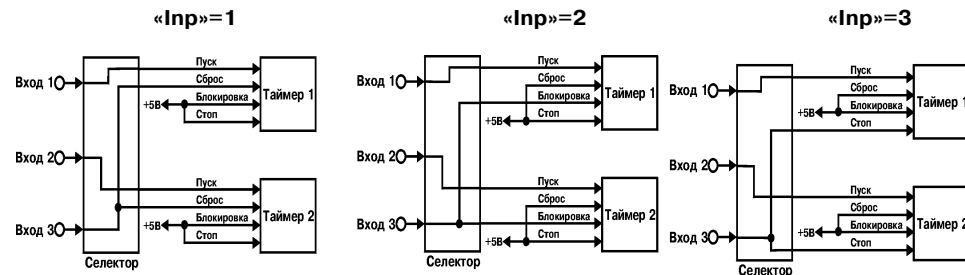

Рис. 13
3.1.5.1. **Раздельный запуск** таймеров осуществляется по первому и второму входам прибора соответственно при значениях «InP»=1, 2 или 3. Третий вход прибора может быть подключен соответственно к входам «Сброс», «Блокировка» или «Стоп» одновременно обоих таймеров (рис. 13).